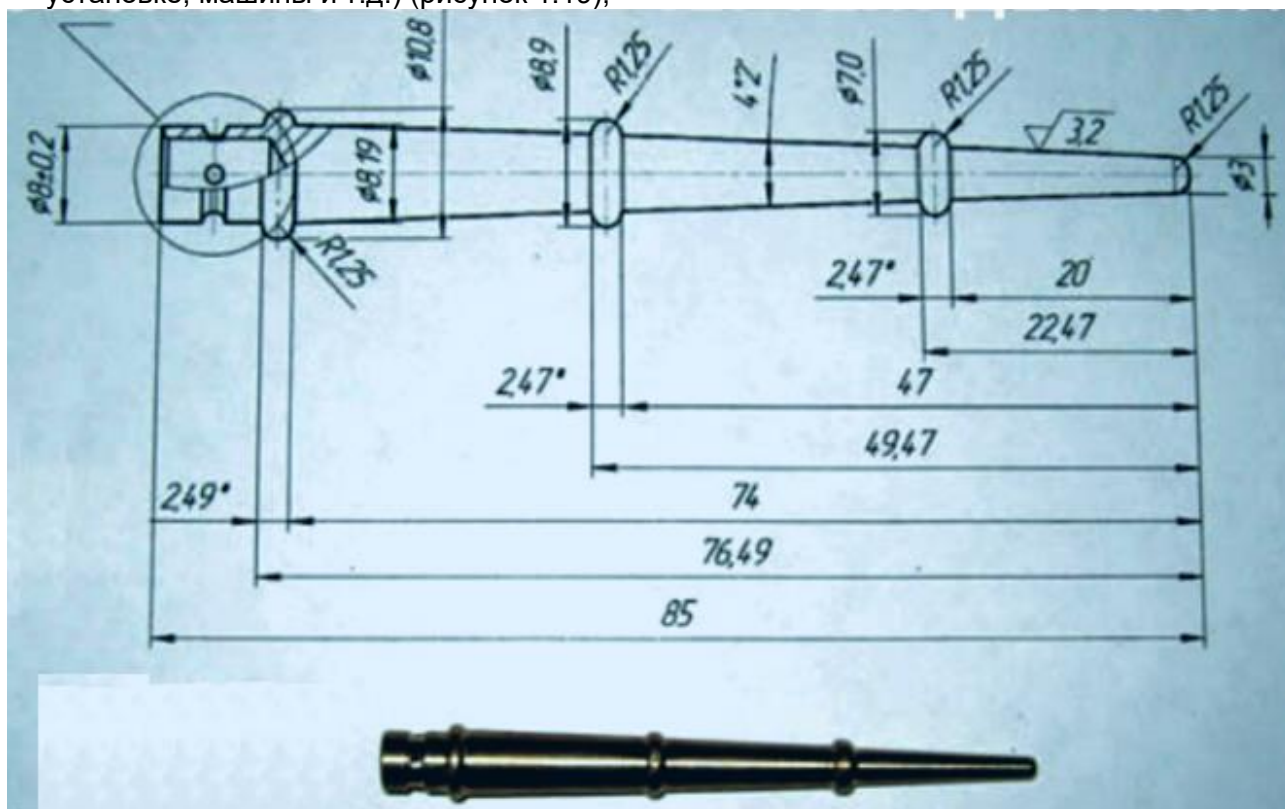

Рис. 1.19 Рельефный чертеж
- рельефный чертеж выполняется согласно существующему объекту (строению, установке, машины и т.д.) (рисунок 1.19);